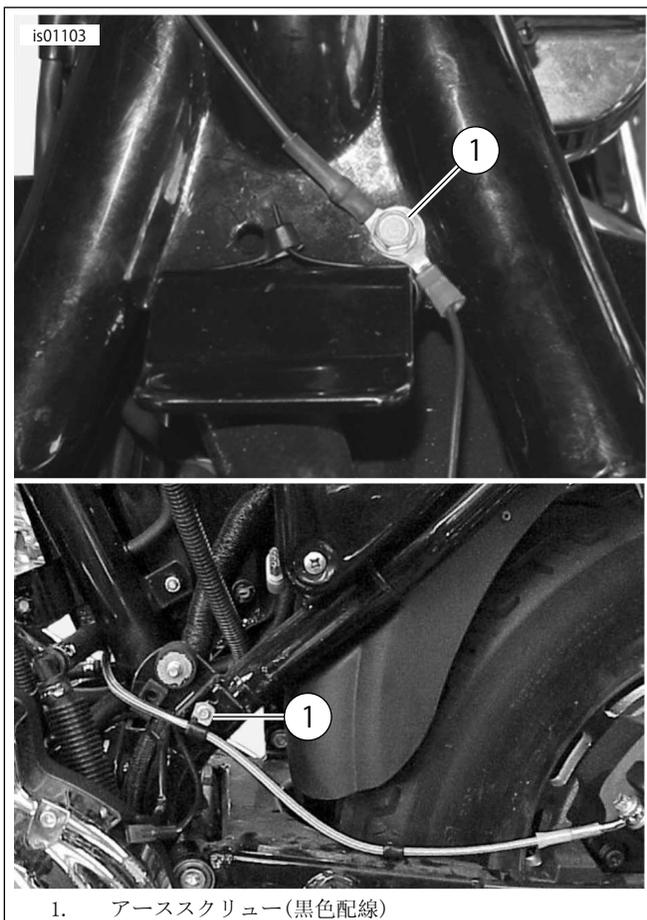

図3。アース接続部 (Sportsterモデル)
3. 「図3」を参照してください。以下の場所にあるアーススクリュー(1)を取り外します。